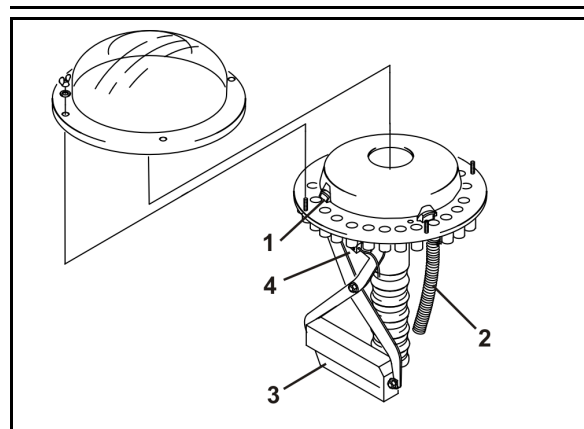

Рис. 62
- устройство переключения техколеи закрывает в распределительной головке посредством заслонки (Рис. 62/1) подвод посевного материала к семяпроводам (Рис. 62/2) сошников техколеи;
Подача посевного материала к сошникам техколеи прерывается, как только электромотор (Рис. 62/3) закрывает соответствующие семяпроводы (Рис. 62/2) в распределительной головке.
Датчик (Рис. 62/4) проверяет, надлежащим ли образом работают заслонки (Рис. 62/1), открывающие и закрывающие семяпроводы (Рис. 62/2).